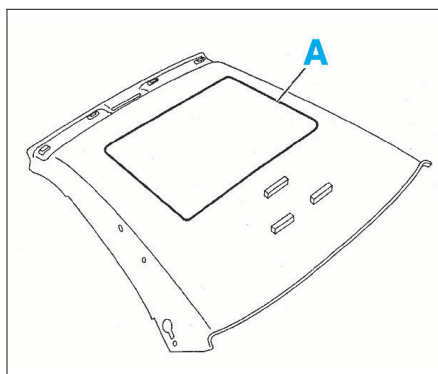

FIG. 42
- sur la garniture (neuve ou réutilisée), appliquer une couche de colle néoprène dans la zone (A) (Fig.42).